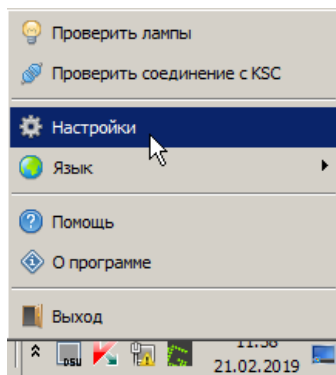

Рисунок 6 Настройка DSU4KSC
- 5 Щёлкнуть правой кнопкой мыши по значку DSU4KSC в области уведомлений, в открывшемся меню выбрать пункт «Настройки» (рис. 6).